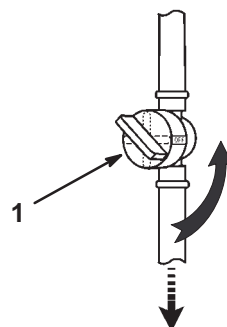

Figure 32
5. Fermez le robinet d'arrivée de carburant (Fig. 32).